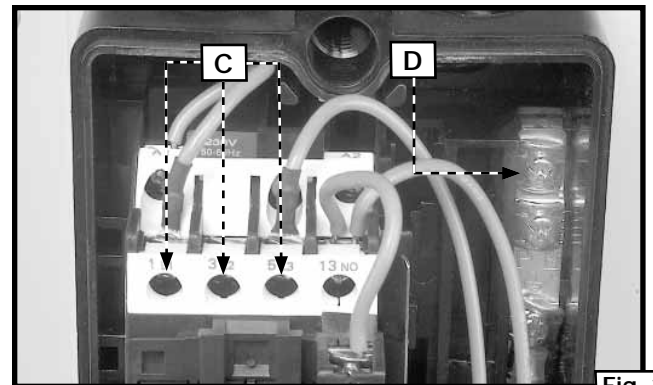

Fig. 16
3. Conecte las tres líneas de energía a los terminales (C) Fig. 16, y el cable verde a tierra al tornillo de puesta a tierra (D).
4. Después de conectar el cable de alimentación a la máquina, vea la rotación del ventilador del soplador para asegurarse de que el motor gire en la dirección correcta. El ventilador debe rotar en sentido de las agujas del reloj. Usted puede invertir la rotación del motor intercambiando dos de las tres líneas de energía entrantes conectadas a los terminales (C) Fig. 16.